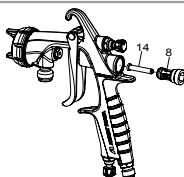

bild 1
**C BAFFELRING (4):** Montera ned baffelringen (4) med hjälp av en skiftnyckel, 24 mm (ingår ej).
**D FÄRGNÄLSPACKNING (6):** Demontera färgnälspackningssetet (6), med hjälp av universell nyckel hex.10mm. **VIKTIG!** Om du byter ut vätska färgnälspackningssetet, var noga med att justera den försiktigt medan du drar avtryckaren och bekräftar rörelsen av vätskenälen.
**E LUFTVENTIL (9):** För att ta loss luftventilen (9), lossa på färgnälsstyrningen med hjälp av en universalnyckel (hex 17 mm), och ta bort luftventilfjädern (10) samt luftventilen (9).
**F LUFTVENTILSKAFT (14):** För att ta loss luftventilskafet (14), lossa på luftventils säte (8) med hjälp av en insexnyckel, hex 10 mm (ej bifogad). **VIKTIG!** Innan återmontering, sätt fast luftventilskafet (14) i luftventils säte (8). (se bild 1)